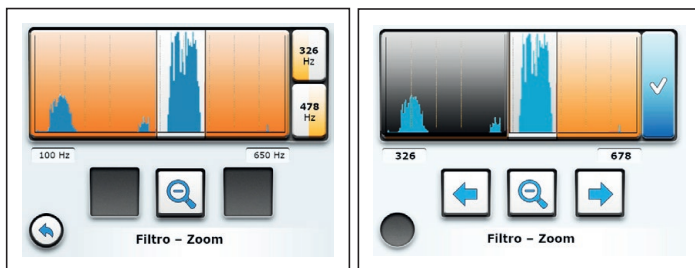

Fig. 25: Menú **Filtro - Zoom** Adaptar filtro de forma exacta
1. Toque el botón **Límites de filtrado**. El receptor regresa al menú **Filtro - Zoom** (fig. 25, imagen izquierda).
2. Vuelva a definir un límite de filtrado. Para ello, pulse uno de los botones **Límite de filtrado superior** o **Límite de filtrado inferior**. El menú **Filtro - Zoom** cambia su aspecto (fig. 25, imagen derecha).